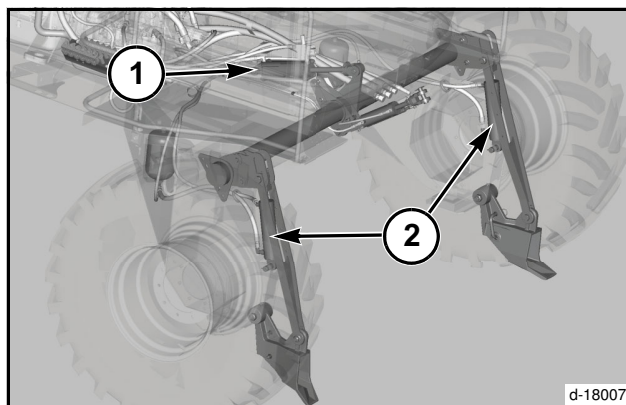

FIG. 2
FIG. 2: El colector se eleva y se baja con los cilindros de elevación (1) del tractor. Esta función se controla mediante el interruptor de elevación del colector. Consulte el manual del operador del tractor con?segadora hileradora para obtener información acerca del funcionamiento de los controles.